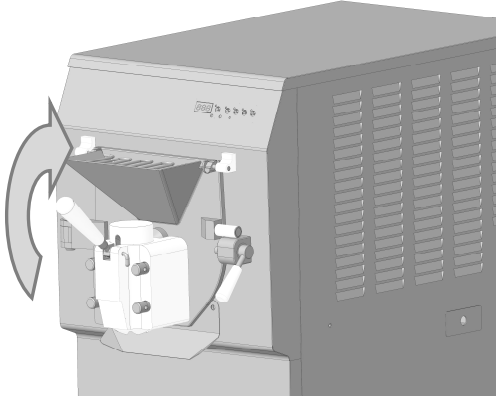

Fig.1
- Controle que platillo surtidor de la puerta esté bien instalado y en posición de cierre.(Fig. 1)